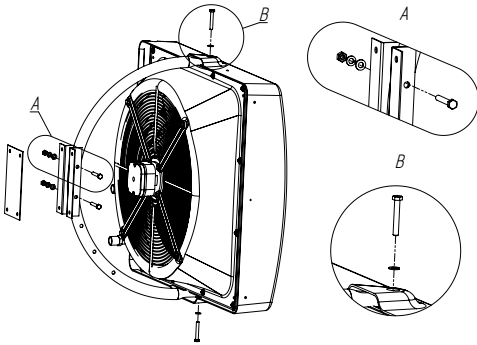

Рис. 10
7.11 Монтаж с кронштейном. В комплект с кронштейном входят: болт М8\*55 (2 шт.), болт М8\*30 (2 шт.), шайбы (4 шт.), гровер (2 шт.). Для сборки кронштейна необходимо вставить и затянуть два болта М8\*55, две шайбы, два гровера в отверстия кронштейна как показано на рисунке А. Затем вставить болт М8\*30 и шайбу через отверстие в корпусе и кронштейне (вид В) и затянуть. Повторите данную операцию для крепления кронштейна снизу (рисунок 10).